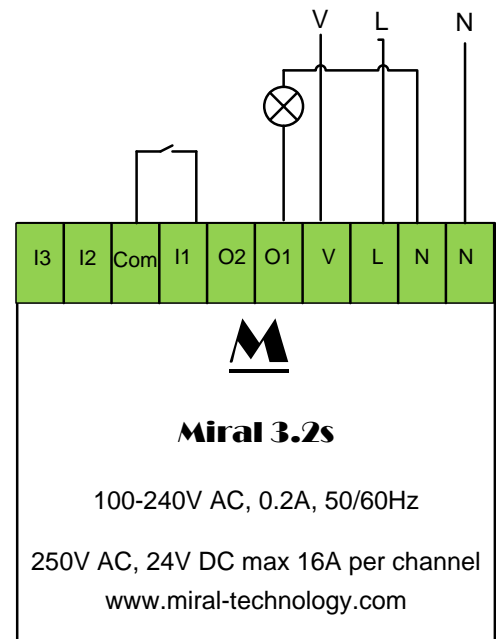

Figure 1: Montage pour le control d'éclairage
2.3 Montage pour un système d'éclairage : (figure1)